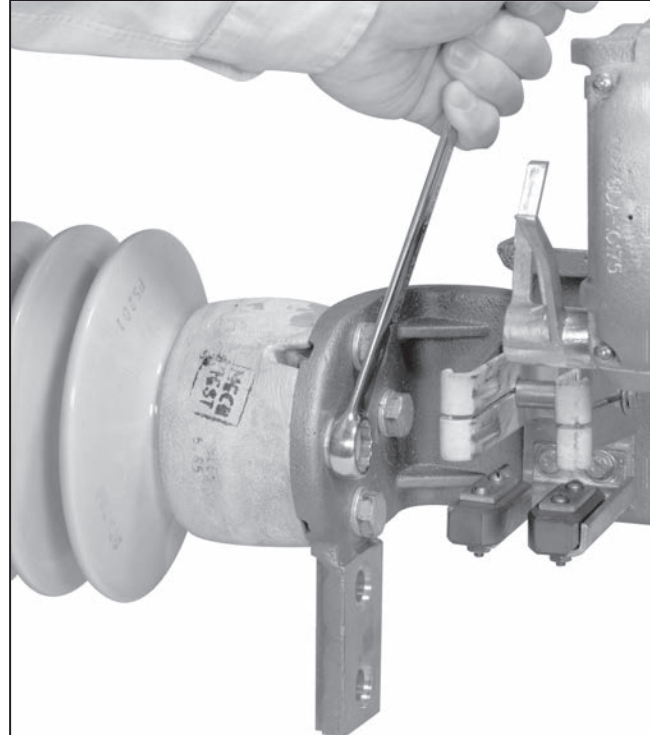

Figura 41. Ajuste a posição da base fundida da base terminal.
PASSO 30. Se for necessário realizar ajustes, afrouxe os quatro parafusos galvanizados sextavados de $\frac{1}{2}$ -13 \times 1 $\frac{1}{2}$ polegada que prendem a peça fundida da base aos isoladores fixos. Ver Figura 41. Desloque a parte fundida da base, se necessário. Aperte os parafusos e verifique novamente a conformidade com as condições já citadas. Faça reajustes, se necessário. Certifique-se que os parafusos estão apertados em seu torque final, 55 pés-libras (75 Nm).